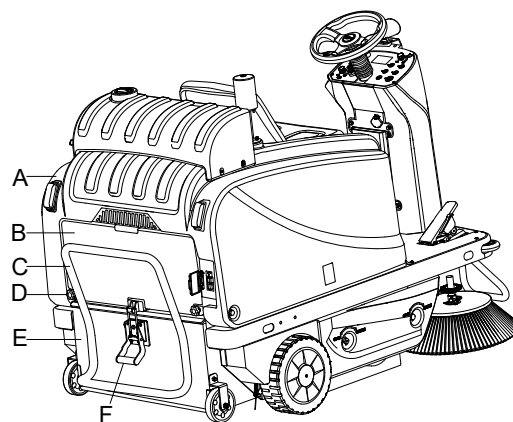

Figura 30
3. Remova a tampa (A, Figura 30).
4. Desengate o trinco (F, Figura 30) puxando a sua extremidade inferior.
5. Remova o depósito de resíduos (E, Figura 30) desengatando-o das guias internas com a alça (C, Figura 30).
6. Desaparafuse os botões (D, Figura 30) e remova a tampa do compartimento do filtro (B, Figura 30).